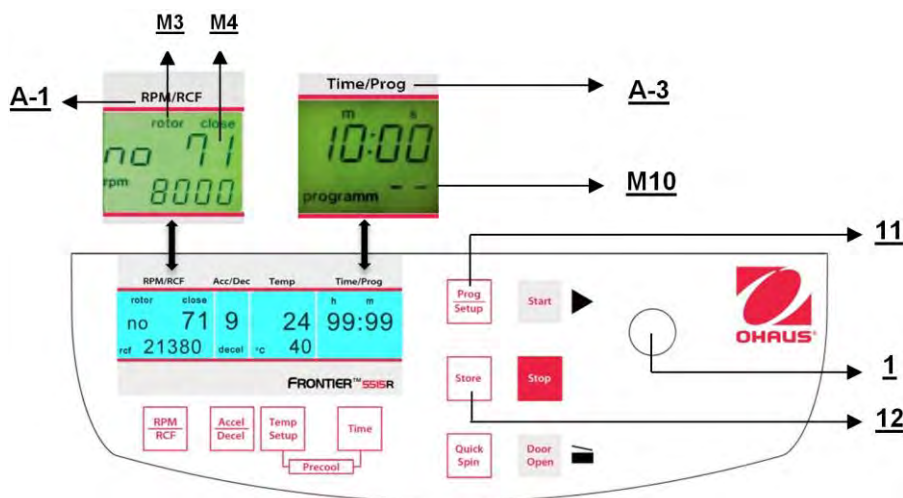

Figura 25
Para recuperar programas almacenados, presione el botón **"Prog/Setup"** (11) (vea la Figura 25) mientras la tapa está cerrada. En la pantalla **"Time/Prog"** (A-3) aparece **"programm -"**(M10). El número de programa deseado puede preseleccionarse con la perilla de ajuste (1).
Para salir del modo de programa, solo presione el botón **"Prog/Setup"** (11) (vea la Figura 25). Entonces, dentro de la pantalla **"Time/Prog"** aparece la palabra **"programm"**.